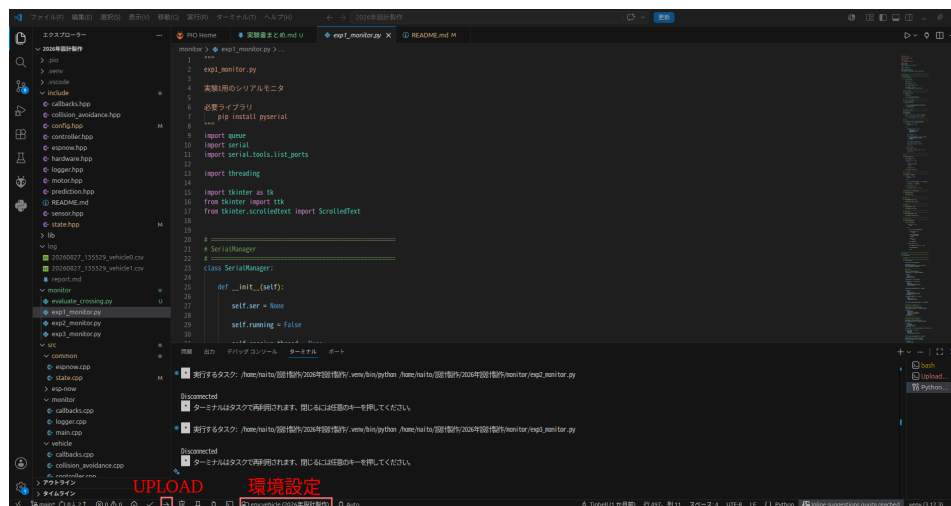

図4 環境設定とuploadの場所
1. 図4の環境設定で示す箇所をクリックし、クイックアクセスバーからアップロード環境を選択する。
3. 図4のUPLOADで示す箇所をクリックし、アップロード（upload）を実行する。